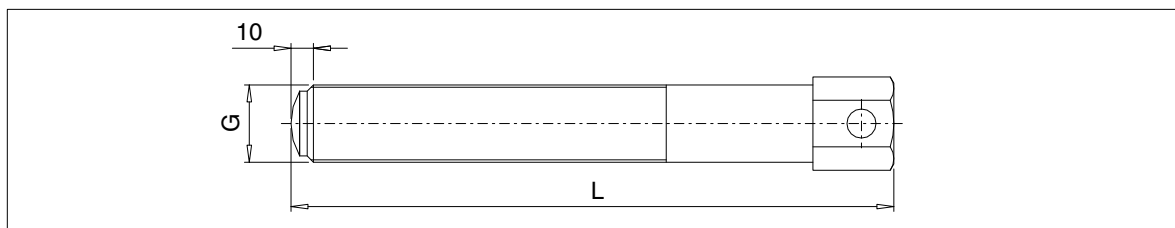

Рис. 14: Ходовой винт для стягивания
- С помощью ходового винта (рис. 14) произвести снятие муфты FLUDEX.